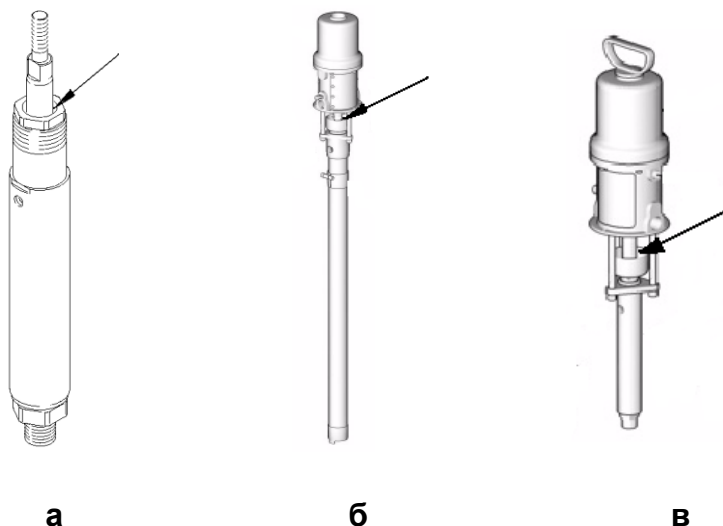

Рис.10
16. Убедитесь, что давление на манометрах А и В (Рис. 10) одинаковое (допускается разница давления не более 10 – 15 бар). В случае отсутствия равенства выравняйте давление с помощью кранов обратки (**краны обраток поворачивать очень медленно**).
Масло TSL проверяется в течении рабочего дня, при необходимости доливаётся. Перед началом работы обязательно долейте масло TSL в чашки верхних уплотнений дозирующих гидроцилиндров (Рис.10, а), подающих насосов (Рис.10, б), промывочной помпы (Рис.10,в).